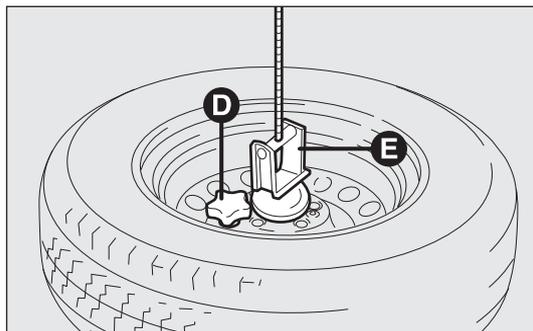

fig. 159
- desatornille el pomo de sujeción D-fig. 159 y suelte la rueda retirando el soporte E.
- coja la rueda sustituida, engánchela al soporte E fig. 159 y apriete el pomo D-fig. 159;